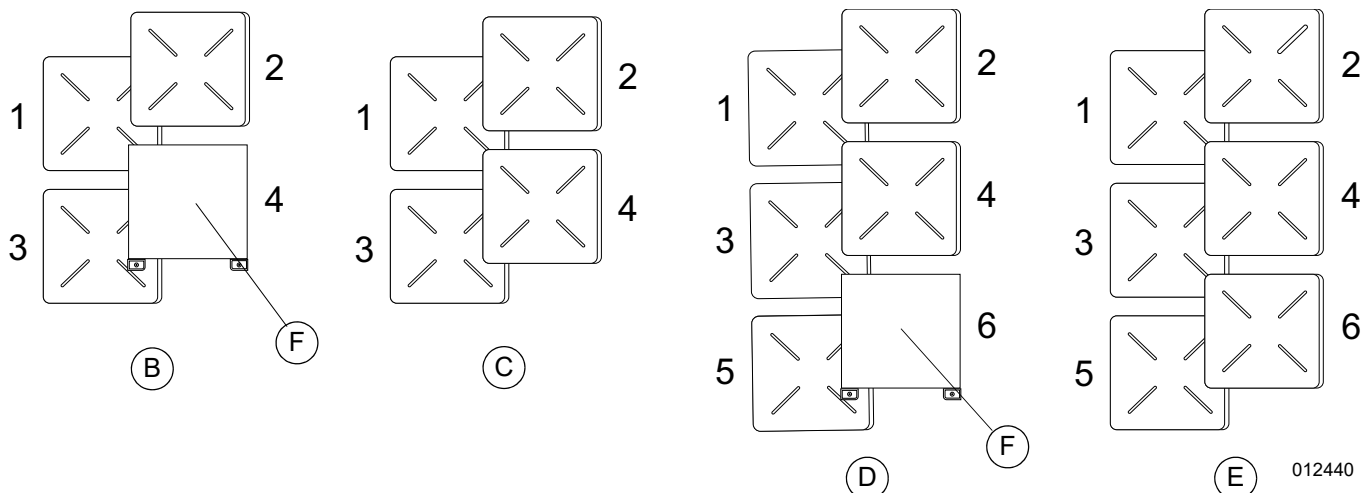
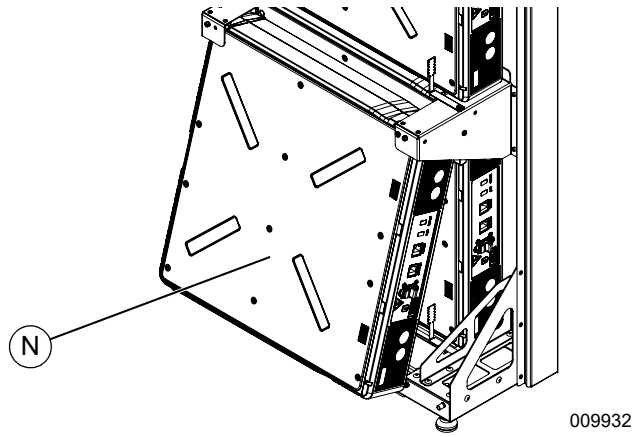

Figura 4-19. Orden de instalación de los módulos de la batería y los separadores
Figura 4-23. Instalación de los módulos delanteros de la batería
Consulte la **Figura 4-23**. Instale los módulos delanteros de la batería (N) con el mismo procedimiento que se usó en los módulos traseros. Consulte la **Figura 4-19. Orden de instalación de los módulos de la batería y los separadores**.